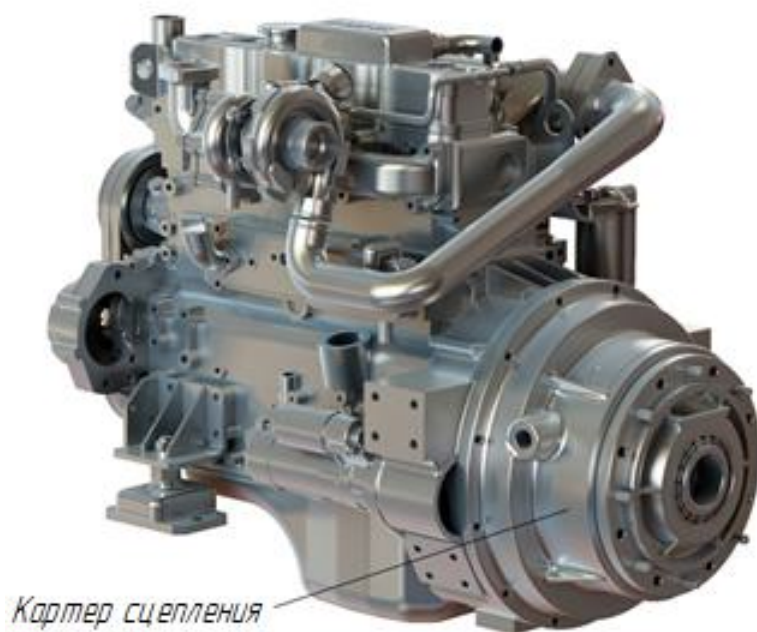

Рисунок 6. Дизельный двигатель типа 4DX22-110GG2-WT40W
**Дизельный двигатель** (Рисунок 6) типа 4DX22-110GG2-WT40W (FAW) четырехтактный, четырехцилиндровый, турбированный, с жидкостным охлаждением, создает вращающий момент, который передается через фрикционную муфту сцепления (Рисунок 6).